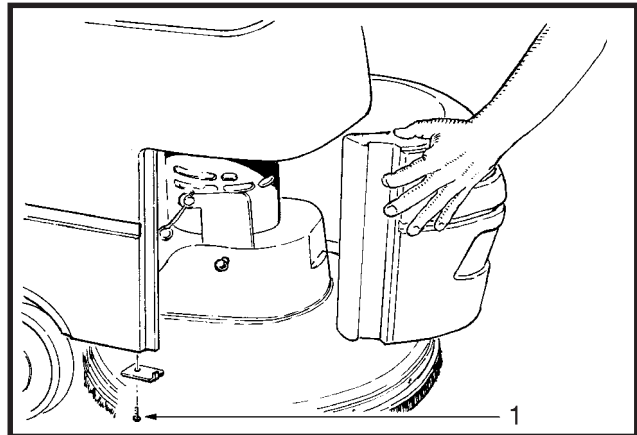

Abbildung 5a
4. Verwenden Sie einen kurzen Kreuzkopfschraubenzieher und lockern Sie die Schraube so weit, daß der Stelling von der Abdeckung genommen werden kann (siehe Abbildung 5a, 1).
5. Den Deckel des Bürstenmotors und das Bürstengehäuse entfernen (Siehe Abb. 5a & 5b).
4. Den Deckel des Bürstenmotors und das Bürstengehäuse entfernen (Siehe Abb. 5a & 5c).